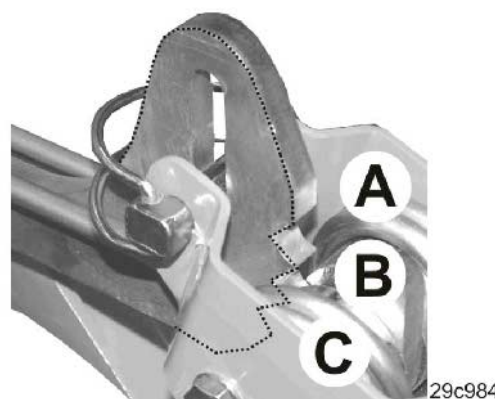

Рис. 124
3. Теперь Вы можете демонтировать прижимной ролик или установить его с помощью зубчатого зацепления (см. таблицу Рис. 124, ниже).